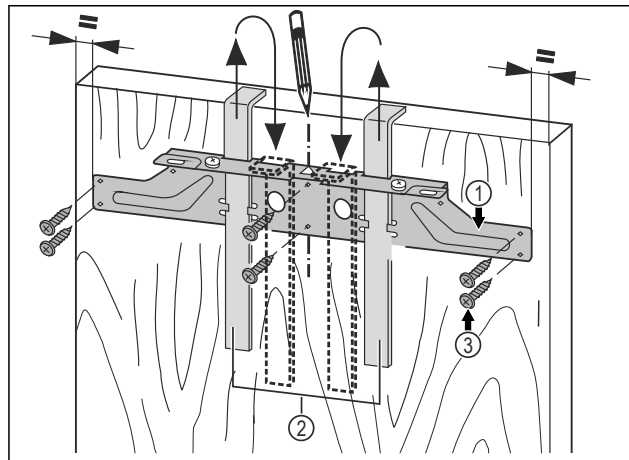

Fig. 44
- Agganciare la traversa di fissaggio Fig. 44 (1) con gli ausili di montaggio Fig. 44 (2) al lato interno della porta del mobile.
- Allineare la traversa di fissaggio Fig. 44 (1) centralmente sulla porta.
- Avvitare la traversa di fissaggio Fig. 44 (1) con almeno 6 viti Fig. 44 (3).
- Avvitare la traversa di fissaggio Fig. 44 (1) con 4 viti Fig. 44 (3) sul bordo.
- Estrarre verso l'alto gli ausili di montaggio Fig. 44 (2) e inserirli ruotati nelle aperture di supporto adiacenti.